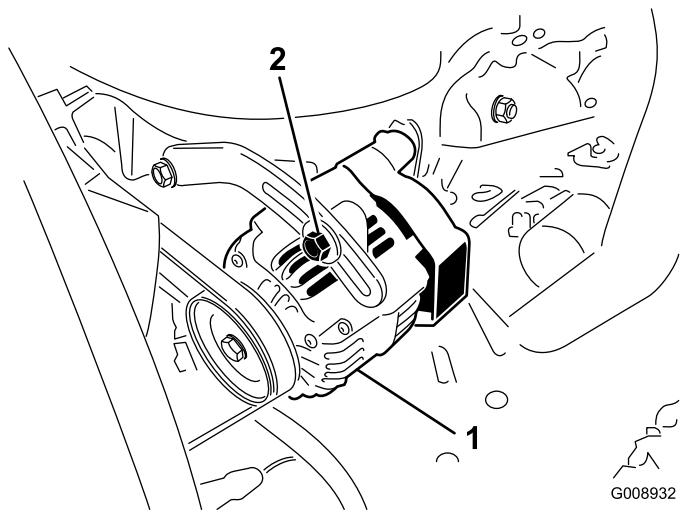

Figura 61
2. Si la desviación no es de 10 mm ($\frac{3}{8}$ "), afloje los pernos de montaje del alternador (Figura 61).